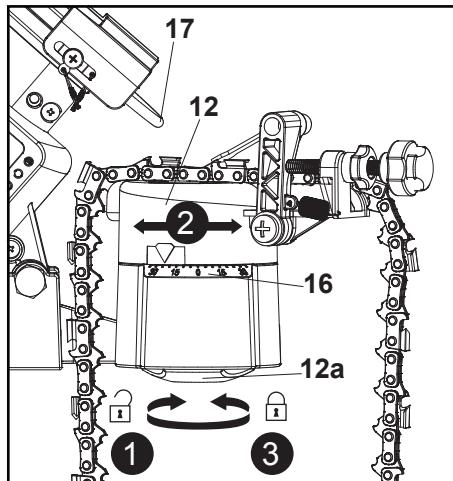

Fig. 5
1. Afloje ligeramente el retén del tornillo de banco (12a) girándolo hacia la izquierda y, a continuación, gire el tornillo de banco de la cadena de sierra (12) hasta el ángulo deseado de la cadena de sierra, tal como se indica en la escala de ángulo (16) (Fig. 5, pasos 1, 2).
2. Empuje hacia abajo el alojamiento del motor (4) con la empuñadura de funcionamiento (2) para verificar que el disco de afilado (17) se corresponda con el ángulo de la cadena de sierra.
3. Apriete después el retén del tornillo de banco (12a) (Fig. 5, paso 3).